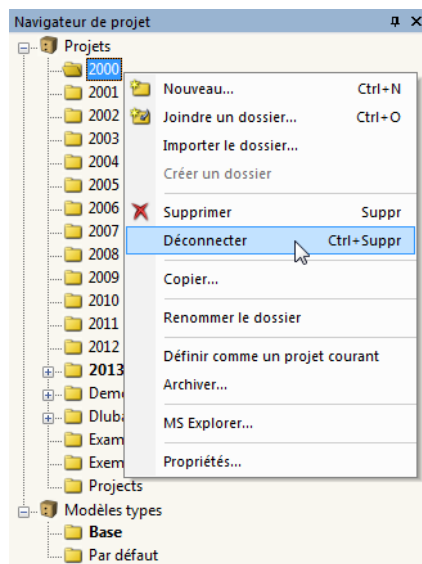
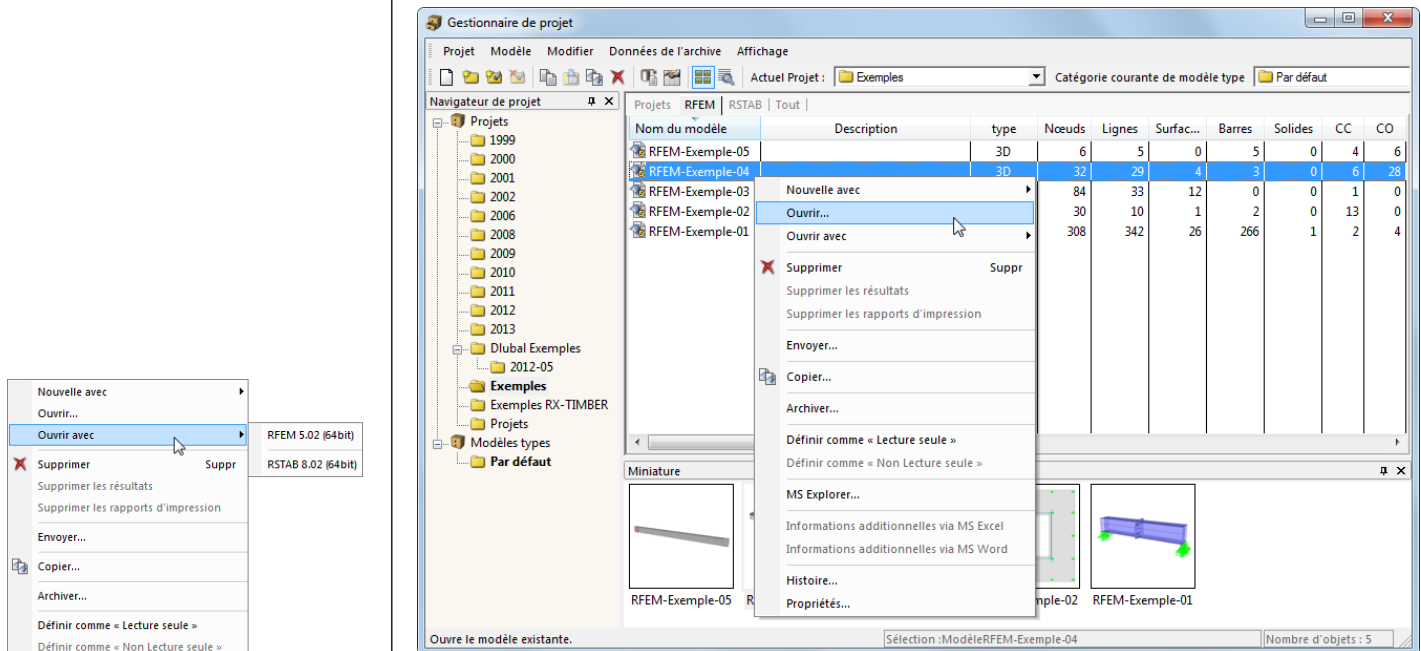

Figure 12.7 : Menu contextuel d'un projet
Figure 12.12 : Menu contextuel *Modèle*
- utilisez l'entrée **Copier** dans le menu contextuel du projet dans le navigateur (voir la Figure 12.7).
- utilisez l'entrée **Propriétés** dans le menu contextuel du projet dans le navigateur (voir la Figure 12.7).
- utilisez l'entrée **Propriétés** dans le menu contextuel du projet dans le navigateur (voir la Figure 12.12).
- utilisez l'entrée **Supprimer** dans le menu contextuel du modèle (voir la Figure 12.12).
- utilisez l'entrée **Historique** dans le menu contextuel du modèle (voir la Figure 12.12).
- utilisez le menu contextuel du projet (voir la Figure 12.7) ou du modèle (voir la Figure 12.12).